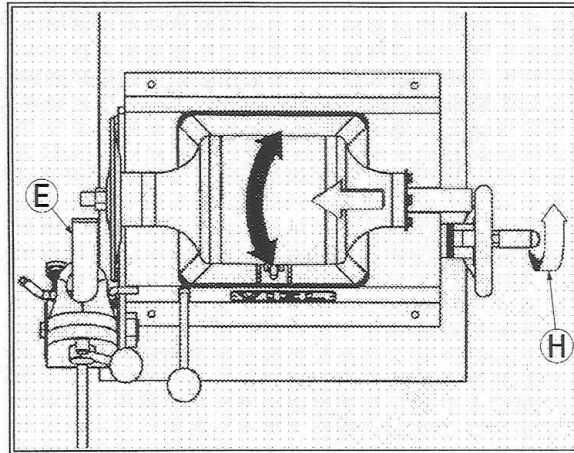

FIGURE 3
- 8) Tourner le volant (H) (Fig.3) jusqu'à ce que la règle d'aluminium touche à la meule.